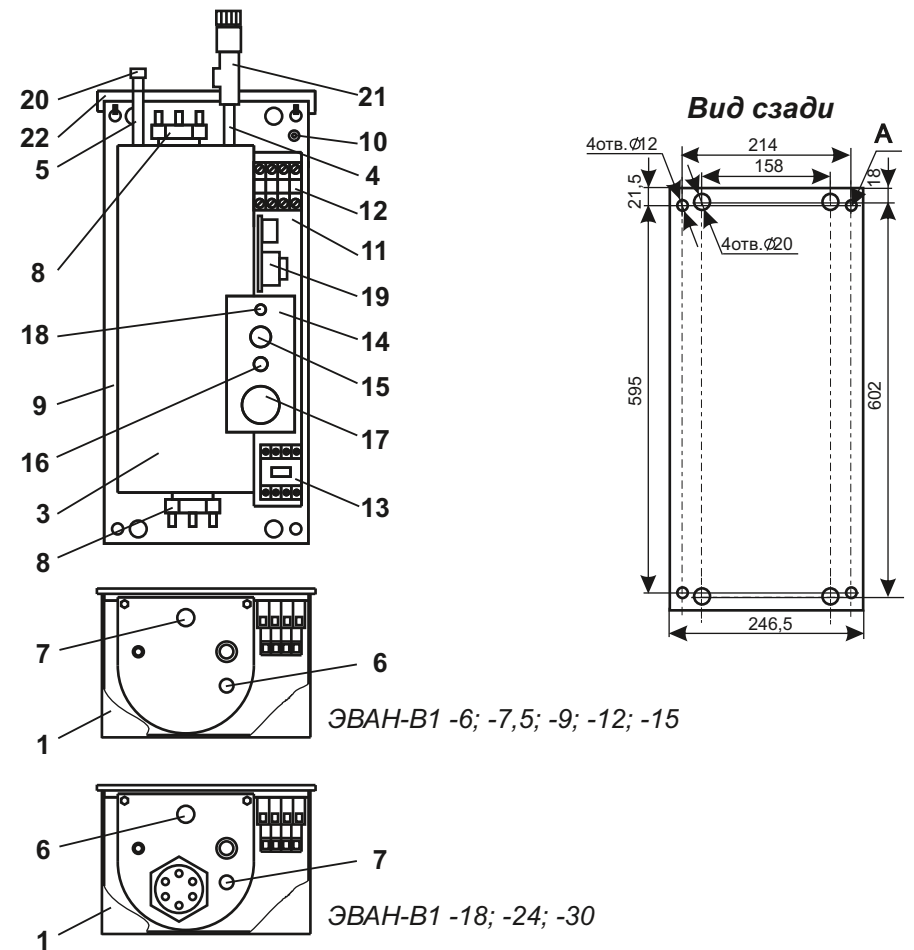

Рисунок 2 (кожух на гл. виде не показан):
- котла (3) рис.2 с выходным (4) и входным (5) патрубками G1/2”, датчиком терморегулятора (6), аварийным несамовозвратным термовыключателем (7), отключающим водонагреватель при 85° С, и блоками трубчатых электронагревателей (ТЭН) (8);
- панели (9) с зажимом заземления (10) для подключения защитного проводника РЕ;
- кронштейна (11) с размещенным на нем клеммником (12), пускателем (13), элементами управления и сигнализации установленными на панели управления (14):
- выключателя “СЕТЬ” (15) для включения водонагревателя в работу;
- сигнальной лампы “НАГРЕВ” (16);
- ручки терморегулятора “ТЕМПЕРАТУРА” (17), обеспечивающей плавную регулировку нагрева;
- предохранителя цепи управления (18).
6.6 К стене водонагреватель крепится с использованием отверстий А (рис.2):
Разметка отверстий под крепление закладной и панели водонагревателя приведена на “Виде сзади” рис.2.